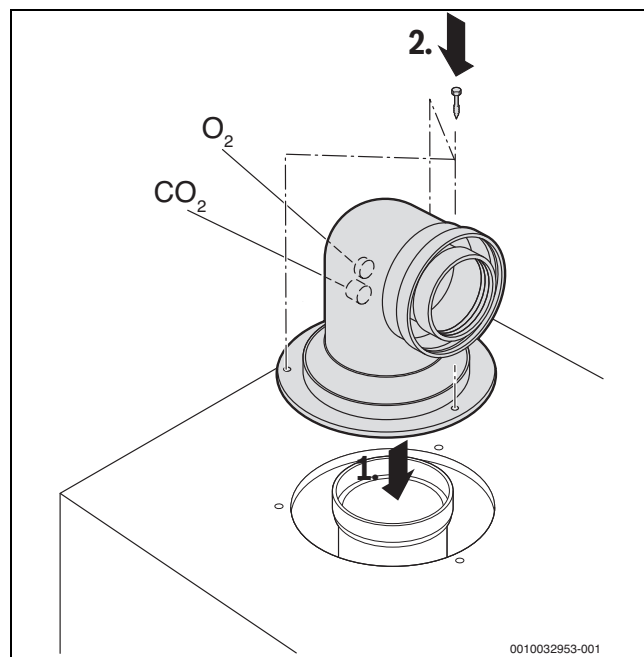

Fig. 34 Applicare l'accessorio del sistema aspirazione aria/ evacuazione prodotti della combustione e fissarlo con 3 viti
- Collegare l'accessorio del sistema aspirazione aria / evacuazione prodotti della combustione (→ fig. 34).